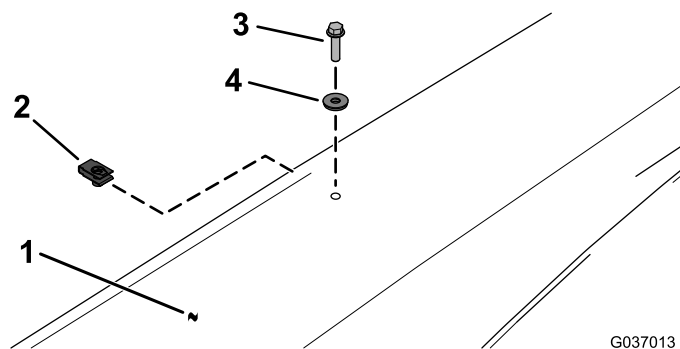

Figura 14
15. Instale el toldo en el soporte del techo con 2 clips, 2 arandelas sellantes y 2 pernos hexagonales con arandela prensada ($\frac{1}{4}$ " x 1"), tal y como se muestra en Figura 14.